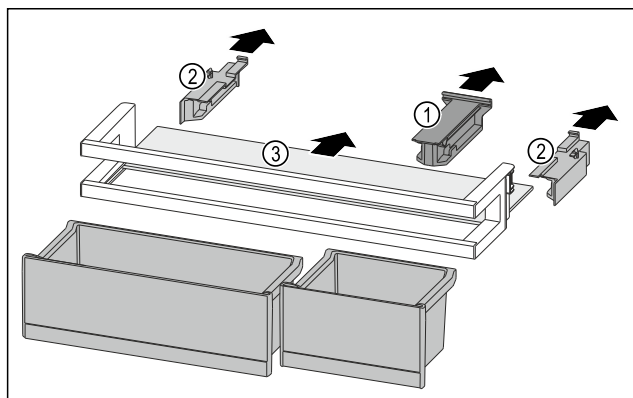

Fig. 97
- Desprindeți piesa de susținere Fig. 97 (1).
- Desprindeți piesele laterale Fig. 97 (2).
- Extrageți raftul Fig. 97 (3).